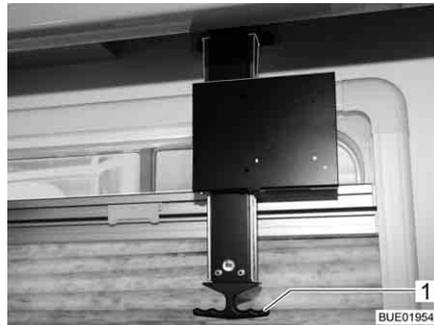

Bild 77 Halterung mit Auszug
- Auszug am Griffstück (Bild 77,1) nach unten ziehen.